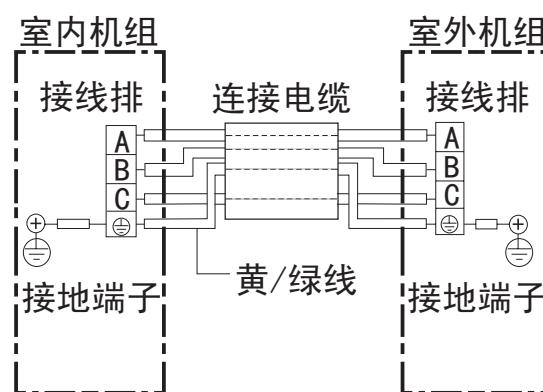

图13
(1) 用附件⑧连接电缆按接线图13要求正确地连接室内外机组，绝对不可连接错误。
(2) 连接电缆必须用室内外机组上的电线压板压紧。
- 接地线必须根据图13所示用连接电缆中黄/绿色导线接至带有“ $\ominus$ ”标记的接线端子上。